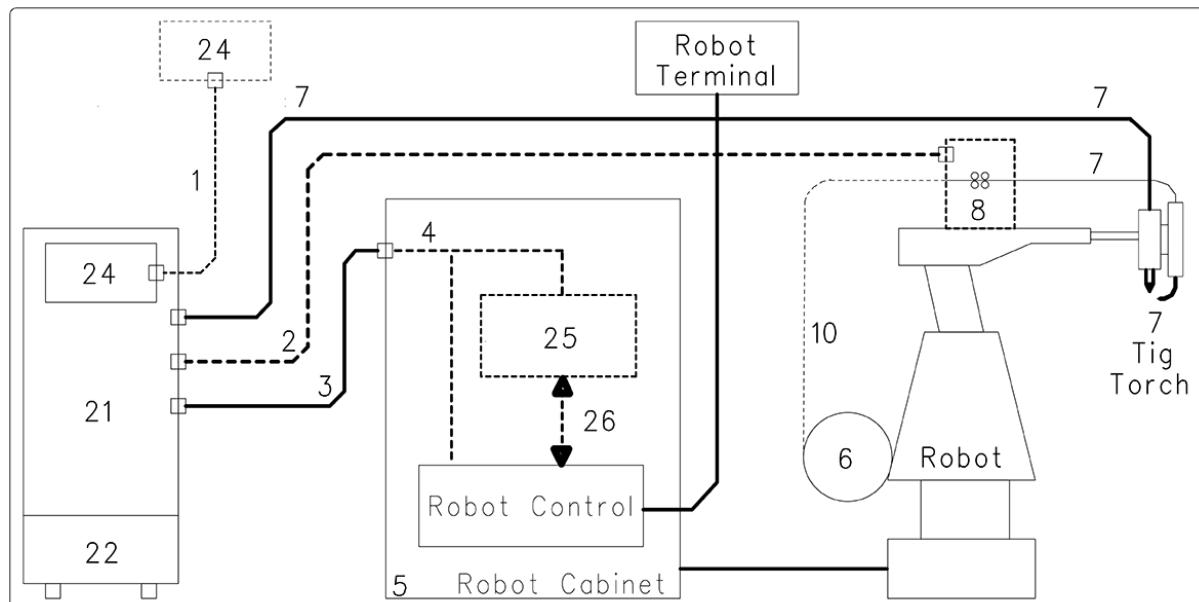

fig. 2
È composto da un Generatore, con Pannello di Controllo integrato, da un Gruppo di Raffreddamento, da un Carrello Trainafilo (opzionale), e se necessario, da una Interfaccia Robot (fig. 2).
NOTA: Se il Controllo Robot (Robot Control in fig. 2) dispone di linea di comunicazione di tipo CANopen DS401, l'interfaccia (25) ed il cavo (26) non sono necessari.
3.1 Messa in opera (fig. 2).